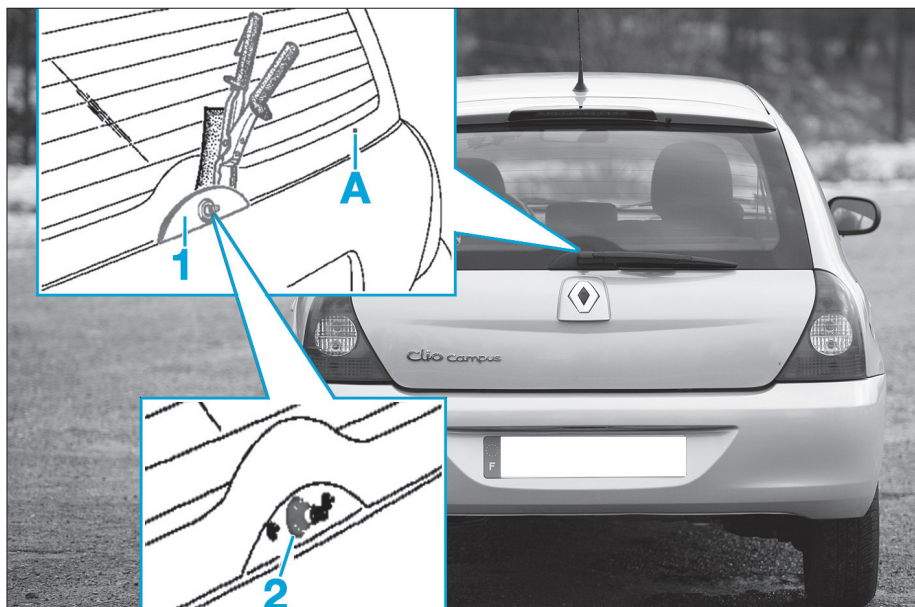
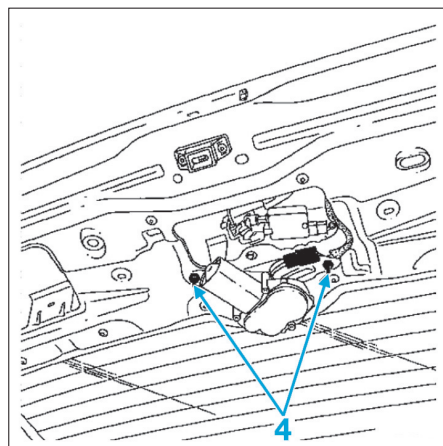

Fig. 62
Fig. 63
- le bras d'essuie-glace (1) (Fig.62),
- le cache (2) en utilisant l'outil de déclipsage,
- l'écrou de l'axe du moteur (3),
- Déposer les deux vis (4) de fixation du moteur et le dégager (Fig.63).
- Serrer les vis (4) du moteur au couple de 0,4 daN.m ( $\pm 20\%$ ).
- Reposer le bras d'essuie-glace en plaçant le balai sur le repère (A) situé sur la lunette arrière (Fig.62).